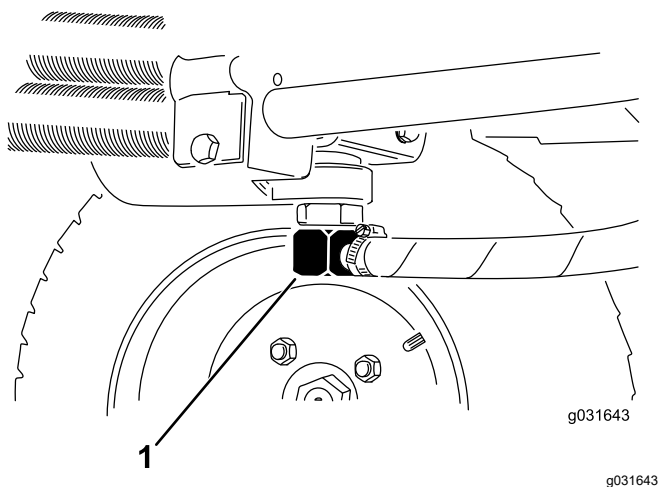
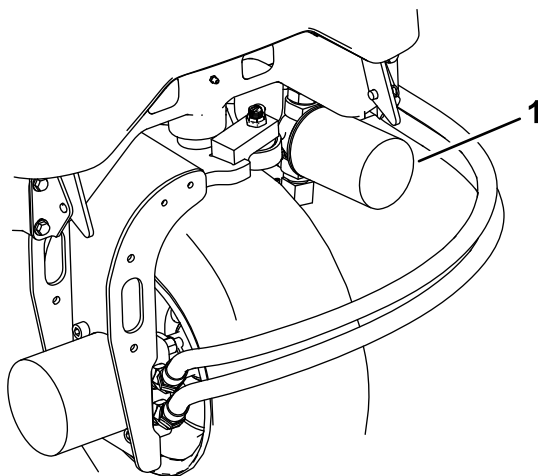

Figura 66
Figura 68
2. Deconectați conducta hidraulică sau scoateți filtrul hidraulic și lăsați fluidul hidraulic să curgă într-o tavă de scurgere (Figura 68 și Figura 66).
3. Instalezi conducta hidraulică atunci când lichidul hidraulic încetează să se scurgă (Figura 66).
3. Curățați zona de montare a filtrului, așezați o tavă de scurgere sub filtru și scoateți filtrul (Figura 68).